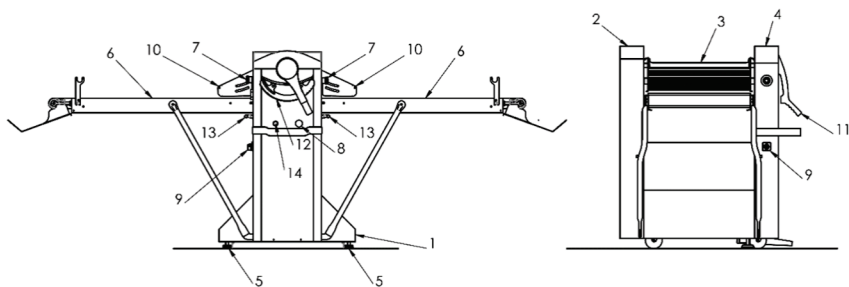

Figura 1 – Vista frontal e lateral da laminadora
1. Acione a chave geral (**Figura 1 – 9**);
2. Verifique se os botões de emergência estão livres (**Figura 1 – 7**);
3. Verifique se as grades estão abaixadas (**Figura 1 – 10**);
4. Pressione o botão rearme (**Figura 1 – 14**);
5. Pressione o botão liga desliga (**Figura 1 – 8**);
6. Opere o equipamento com a alavanca (**Figura 1 – 13**);
7. Após o uso desligue o equipamento no botão liga desliga (**Figura 1 – 8**);
8. Em caso de risco de acidentes, pressione um dos botões de emergência (**Figura 1 – 7**).
**ATENÇÃO:** Quando levantadas as grades ou pressionado botão de emergência o equipamento para. Para retornar a operar destrave o equipamento girando o botão de emergência (**Figura 1 – 7**) no sentido indicado na seta impressa no mesmo e siga novamente a partir do 4º passo.
1º. Ligue a máquina pressionado o botão liga (**Figura 1 – 8**);
2º. Com a alavanca de regulagem (**Figura 1 – 11**) obtém-se uma espessura de laminação do produto variável, de 0 (zero) milímetros a 35 (trinta e cinco) milímetros. A espessura das lâminas expressa em milímetros pode ser identificada facilmente no visualizador de altura presente ao cárter de plástico anterior. Naturalmente, a laminação deverá ser realizada de forma gradativa, começando desde a espessura mais alta (35 mm) para chegar gradualmente à espessura desejada.
3°. Coloque a massa sobre a esteira (**Figura 1 – 6**).
4°. O movimento das esteiras transportadoras (da direita para esquerda ou vice-versa) é colocado em funcionamento por meio de uma alavanca situada na parte frontal da máquina (**Figura 1 – 13**). Para parar as esteiras posicione a alavanca na posição central.
5°. Uma vez terminado o penúltimo passo de laminação, deve-se preparar a máquina para poder enrolar a massa obtida ao redor do rolo. Colocar o rolo na mesa transportadora oposto à massa e na posição de bi tangente entre o suporte e a esteira. Situar a alavanca de regulagem (**Figura 1 - 11**) na espessura final desejada. Quando a massa chegue ao rolo, basta acompanhá-la  $\frac{1}{2}$  volta ao redor do rolo; sucessivamente, por força de inércia, se enrolará automaticamente.